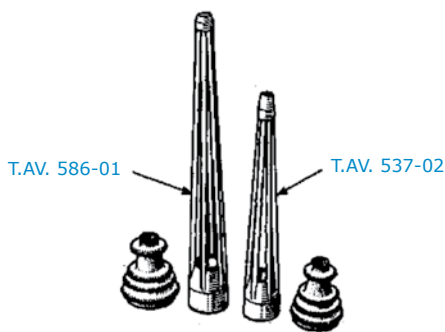

Figure 2
2. **Engager** l'outil à fond sur la tulipe (figure 2).